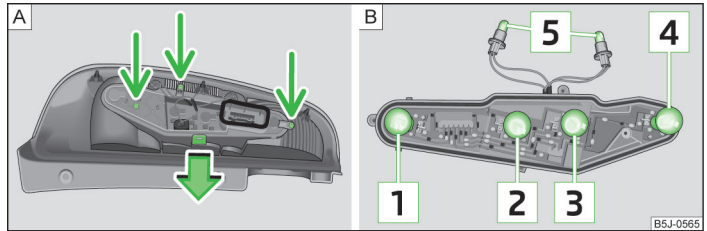

Abb. 166 Leuchtenmittelteil ausbauen / Glühlampenordnung
Glühlampenordnung in der Rückleuchte » Abb. 166.
- › Um die Glühlampen zu erreichen, den Leuchtenmittelteil abschrauben und die Verrastung abdrücken » Abb. 166 - [A].
- › Die defekte Glühlampe [1], [2], [3] oder [4] » Abb. 166 aus der Fassung herausnehmen und eine neue Glühlampe einsetzen.